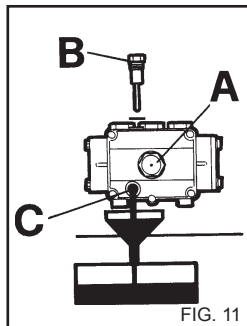

FIG. 11
- 2) Draai de dop met het peilstaafje los (fig. 11).